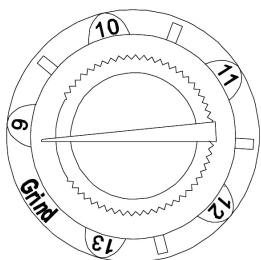

Рис. 3
7.5 Регулятор степени затемнения (рис.3). Выберите подходящий уровень затемнения с помощью регулятора в соответствии с конкретным видом сварки. (см. Приложение).